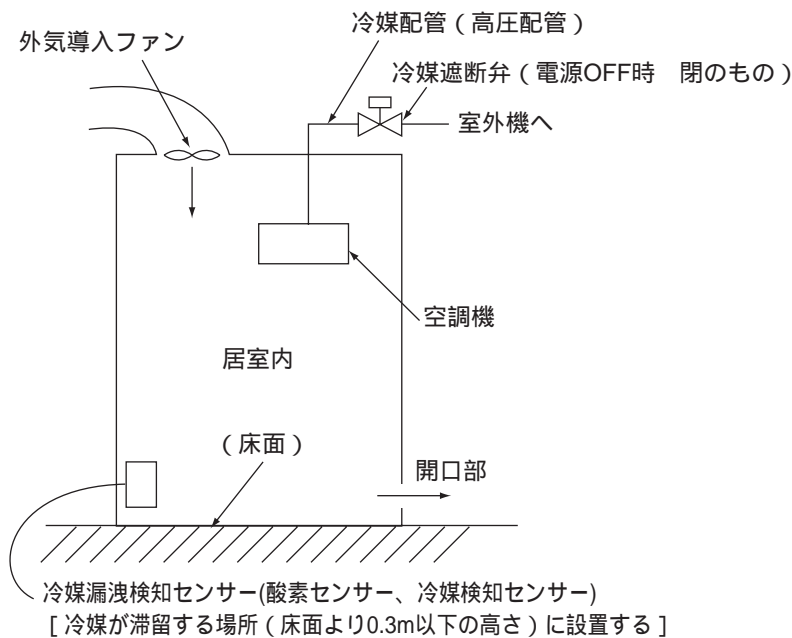
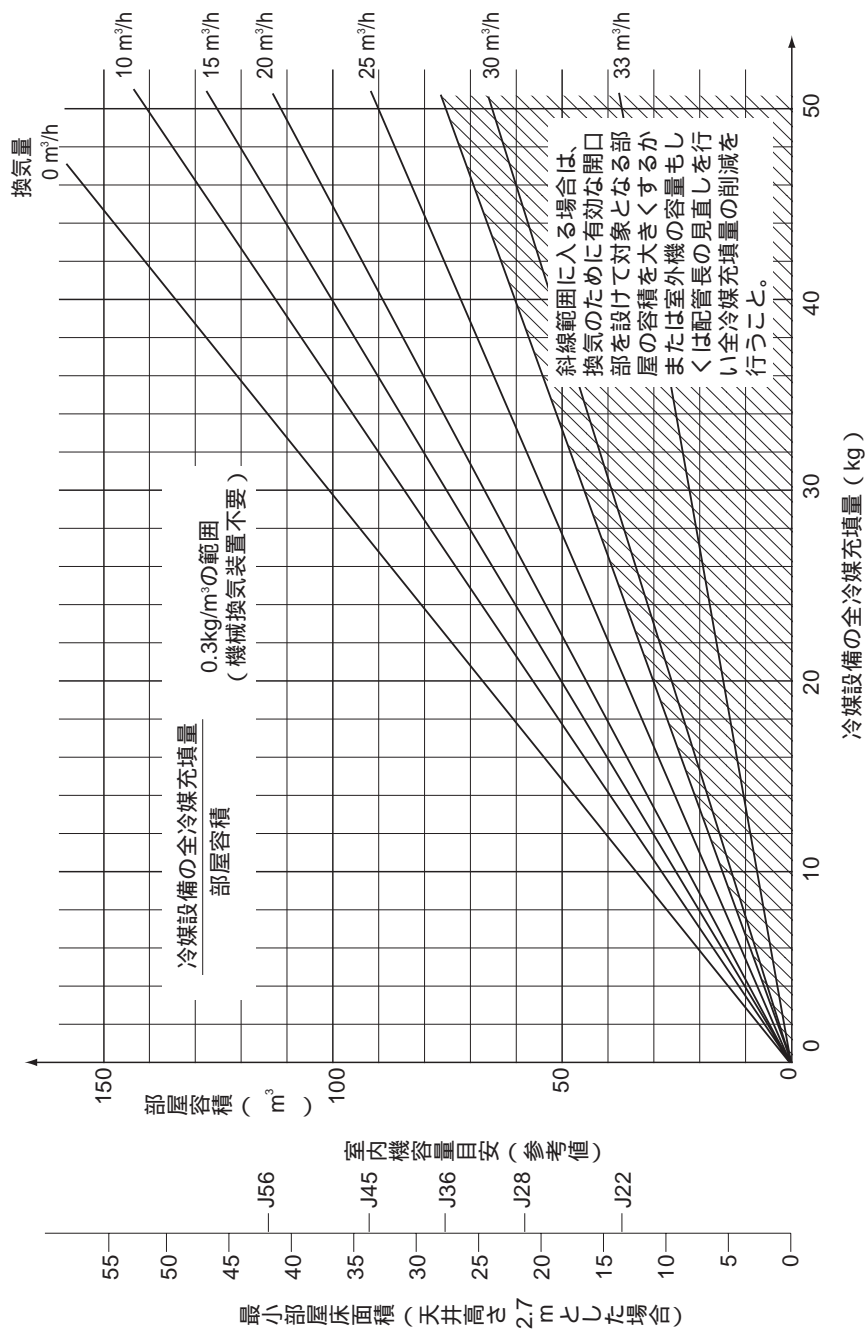

図4 常時換気システムと冷媒遮断弁の併設
図1 換気量によるシステムの選定
換気量は対象冷媒設備の全冷媒充填量と部屋容積によって図1に示す量以上としてください。
- (a)換気システムを設置する場合でも万一の換気システムの故障を考え、図1(24ページ)の斜線で示す範囲は選定しないようにしてください。この範囲に入る場合は原則的に **対応1** **対応2** に示すように換気のために有効な開口部を設けて対象となる部屋の容積を大きくするかまたは、室外機容量もしくは配管長の見直しを行い全冷媒量の削減を行ってください。
- (b)換気システムを設置した場合で図1の斜線で示す範囲に入り、**対応1** **対応2** がとれない場合は、換気システムとは別の独立した安全確保のための手段を設けてください。具体的には冷媒漏洩時のセンサ - によって作動する冷媒遮断弁や在室者の危険を知らせる確実な警報システムの併設です。この場合センサ - は上記換気システム作動用のセンサ - とは別にしてください。図4に冷媒遮断弁併設の場合を示します。